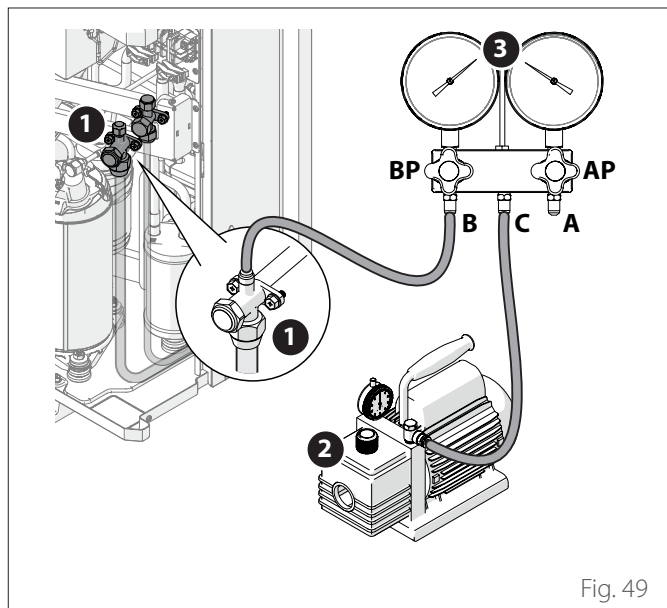

Fig. 49
- Collegare le tubazioni come indicato in figura "Fig. 49".
- Aprire i rubinetti (B) e (C).
- Aprire leggermente per qualche secondo la valvola di arresto (1) e richiuderla ("Fig. 49").